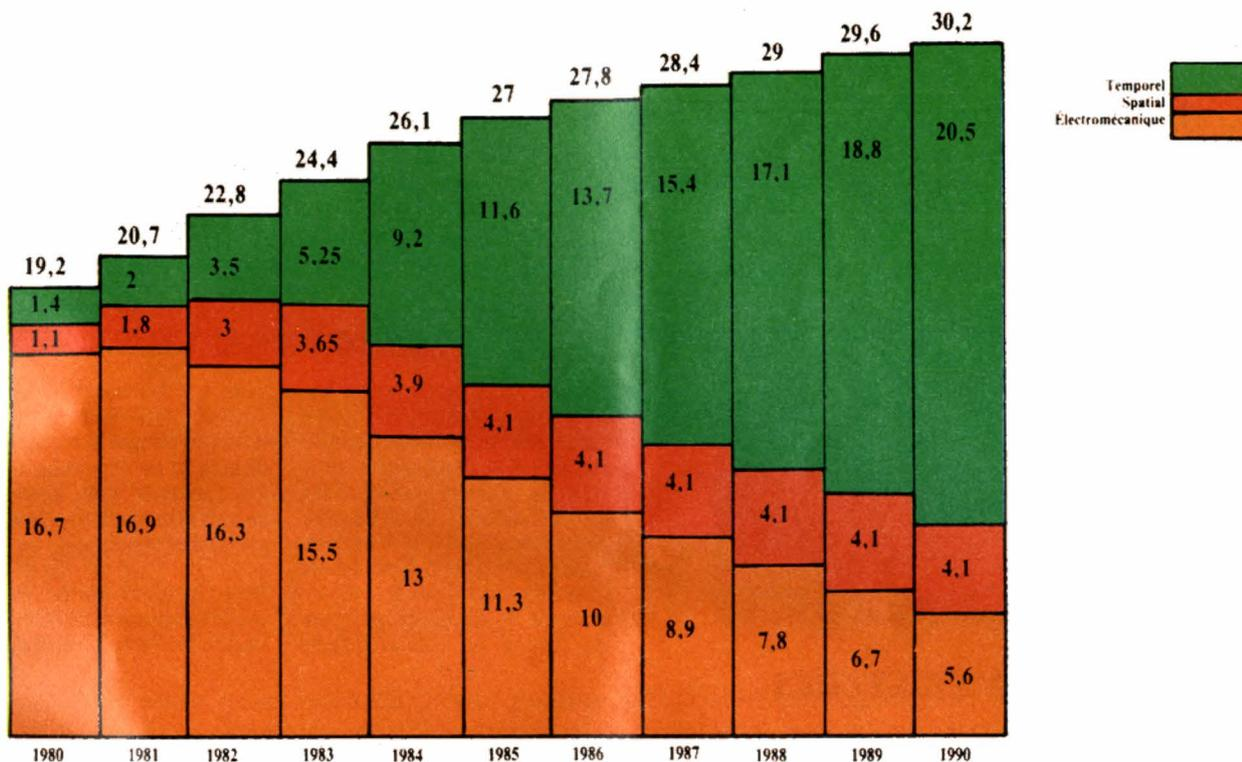

Fig. 14 – La part croissante du numérique dans le réseau téléphonique commuté.
M.I.C.) mais aussi au domaine de la HiFi (Compact-Disc et D.A.T.) (fig. 4, voir aussi fig. 14).